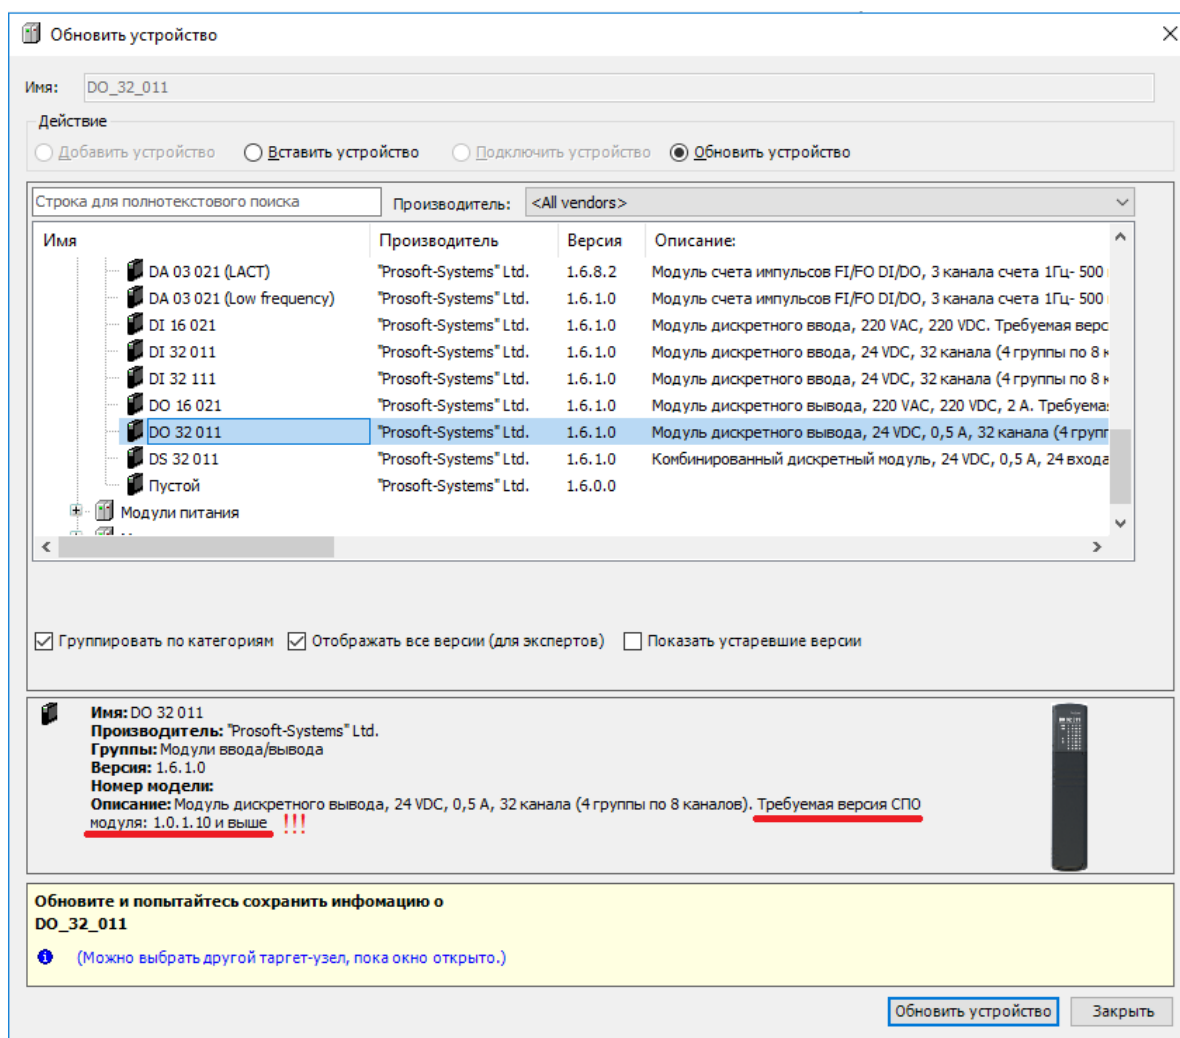

Рисунок 209 – Список всех поддерживаемых версий СПО модуля
- выполните обновление устройства: поместите курсор на название модуля в дереве устройств, правой кнопкой мыши вызовите контекстное меню, выберите пункт **Обновить устройство...** Откроется окно **Обновить устройство**, где установите флажки в поле **Отображать все версии (только для экспертов)**. В списке модулей будут отображены все модули всех версий, которые поддерживаются в системе (Рисунок 209);